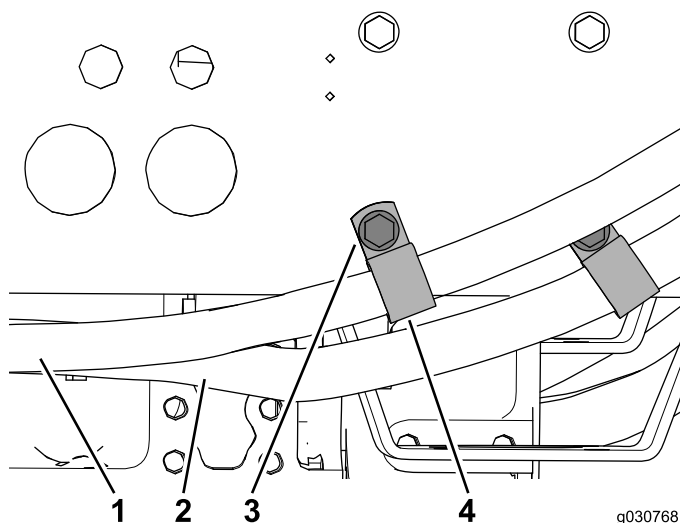

Figura 44
5. Montate un serratubi a R attorno a ciascun flessibile dell'aria condizionata e utilizzate i 2 bulloni esistenti per fissarli al telaio della macchina (Figura 44).